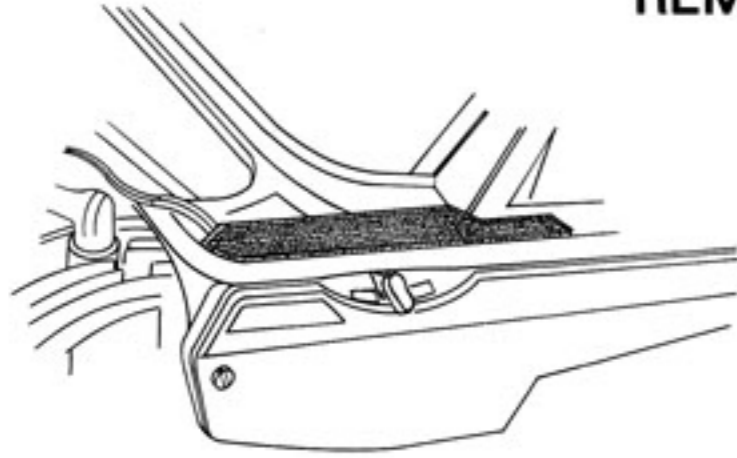

Fig. 1
- Enlever le cache plastique noir du côté gauche (Fig. 1).